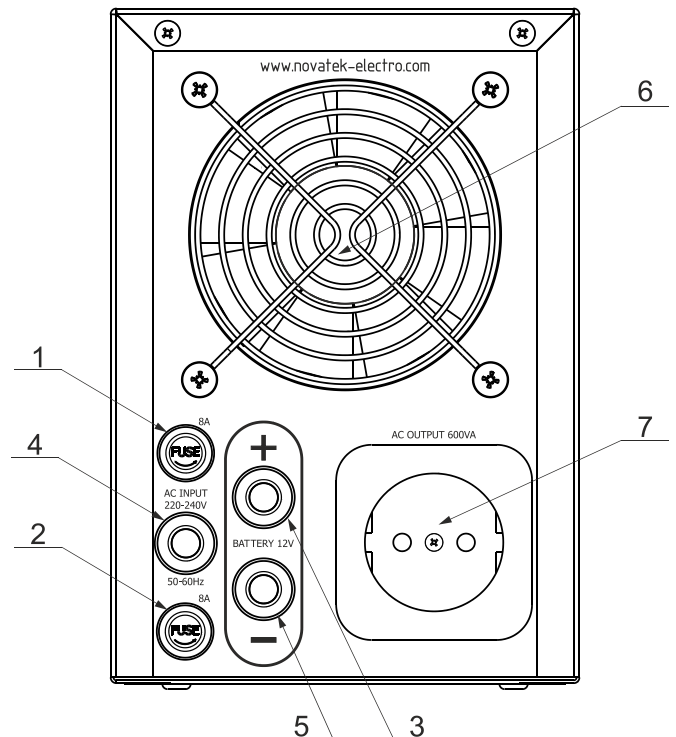

Рисунок 2 – Задня панель ДБЖ
2. Підключіть ДБЖ до силових клем АКБ (АКБ купується окремо) за допомогою проводів (3 та 5 див. рис. 2), дотримуючись полярності: червоний провід до плюсової клеми, чорний (синій) до мінусової клеми.
- ДБЖ почне роботу (на розетці виходу 7 (див. рис. 2) з'явиться напруга).
- До виключеного ДБЖ підключіть пристрої - споживачі. Для цього вставте вилку навантаження в розетку 7 ДБЖ (див. рис. 2).
- Підключіть ДБЖ до однофазної мережі за допомогою кабелю підключення 4 (див. рис.2), обов'язково з заземленням.